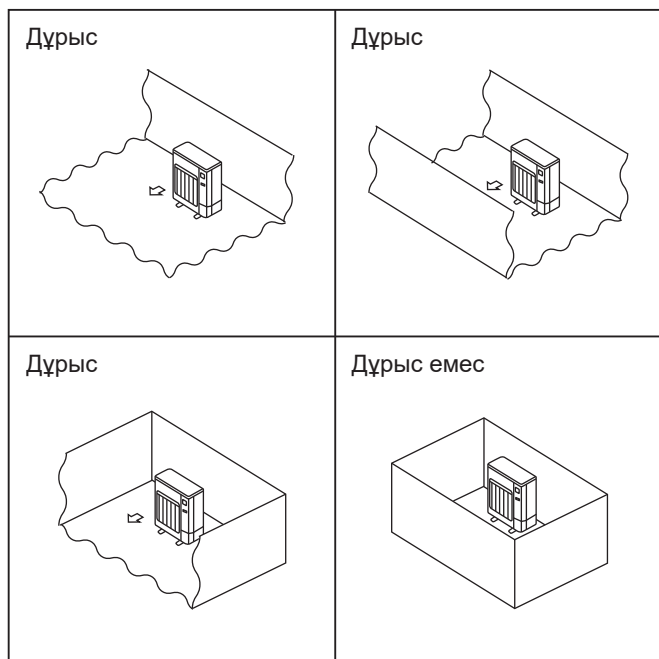

Fig. 2-2
- Ⓢ Сыртқы блоктарды төрт жағының кем дегенде біреуі ашық орынға және ойпаттары жоқ жеткілікті түрде үлкен кеңістікке орнатыңыз. (Fig. 2-2)